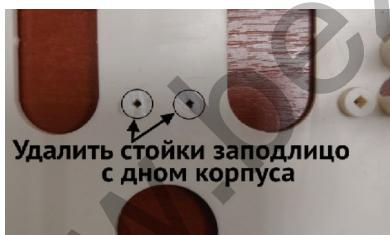
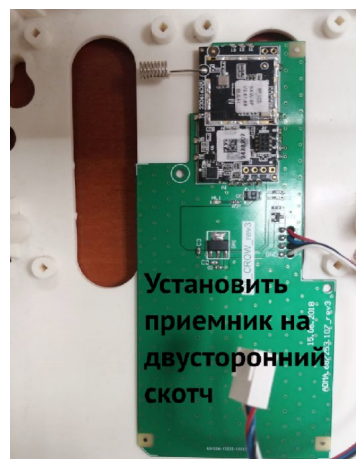

Рисунок 28. Подготовка места для адаптера «L25_Crow_rev3»
Рисунок 29. Адаптер «L25_Crow_rev3» в корпусе прибора
- «Адаптер L25_CROW_rev3» – подготовить место установки (рисунок 28), а затем установить адаптер на отрезок двусторонней липкой ленты – рисунок 29;